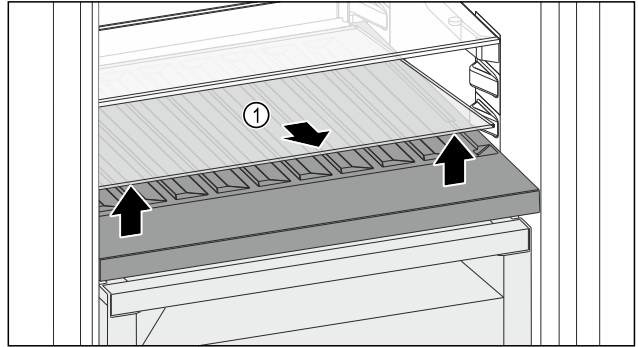

Fig. 142
- ▶ Glasplatte Fig. 142 (1) an der Aussparung vorne anheben und herausnehmen.
- ▶ Glasplatte Fig. 142 (1) außerhalb des Geräts sicher aufbewahren.